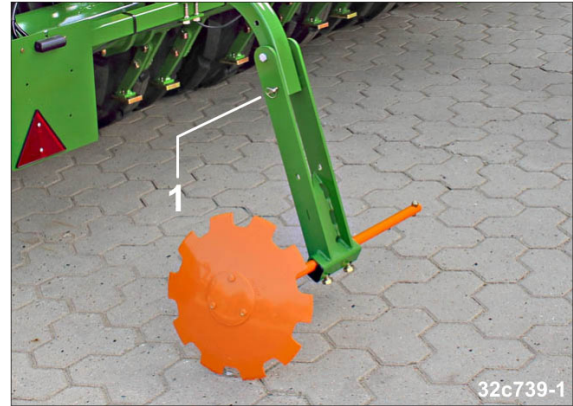

Fig. 172
1. Die Spurscheibenträger in Arbeitsstellung mit einem Bolzen (Fig. 172/1) abstecken und mit einem Klappstecker sichern.